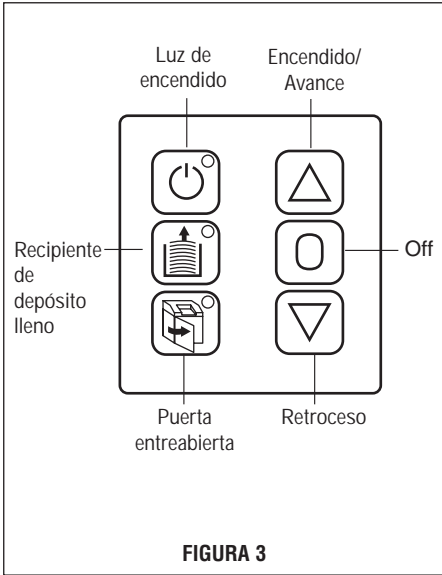

FIGURA 3
**FIGURA 3.** Presione el botón de Encendido (▲) para encender la unidad. Se encenderá la luz verde cuando la máquina esté lista para entrar en funcionamiento. *¡Ahora está usted listo para triturar!* Para triturar, simplemente introduzca papel en la garganta de la unidad. Una vez que su documento haya activado la función de encendido automático, la unidad comenzará automáticamente y se detendrá una vez que haya triturado el documento.